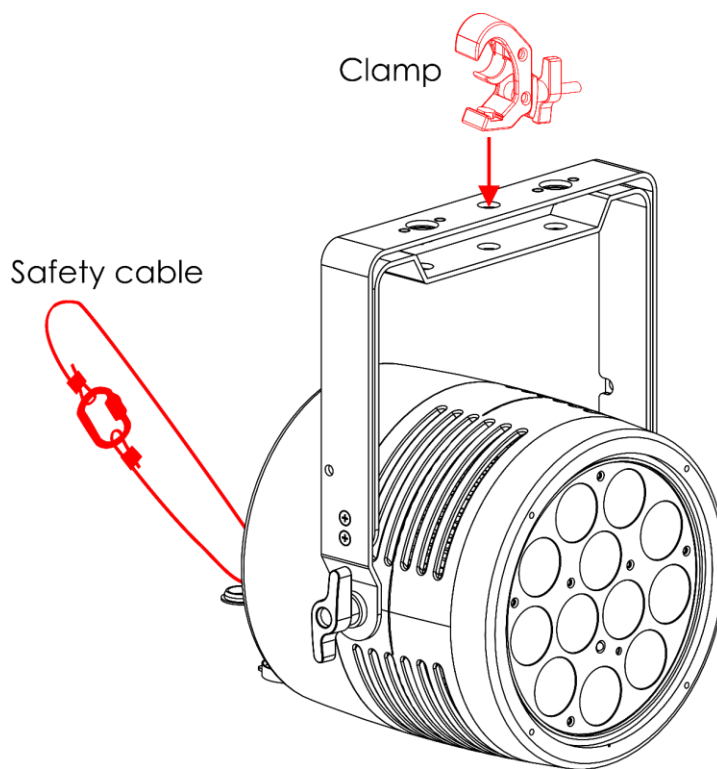

Fig. 06
- 02) Asegure el dispositivo con una suspensión secundaria; por ejemplo, con un cable de seguridad. Compruebe que la suspensión secundaria puede soportar 10 veces el peso del dispositivo. Si es posible, la suspensión secundaria debe fijarse a una estructura de soporte independiente de la suspensión primaria. Pase el cable de seguridad por la **argolla de seguridad (12)**, tal y como se muestra en la Fig. 06.